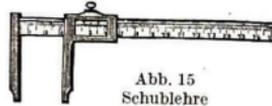

Abb. 15
2. Miß mit der **Schublehre** (Abb. 15) die drei Dimensionen (Länge, Breite, Höhe) eines kleinen Holzquaders! [Merke: Die Schublehre ist ein Maßstab mit einer festen und einer verschiebbaren Querleiste.]